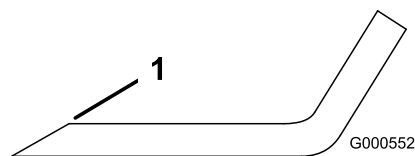

Figura 79
1. Utilice una lima para afilar el filo de corte en ambos extremos de la cuchilla (Figura 79).
Nota: Si la cuchilla no está equilibrada, rebaje algo el metal en la parte de la vela solamente (Figura 79).